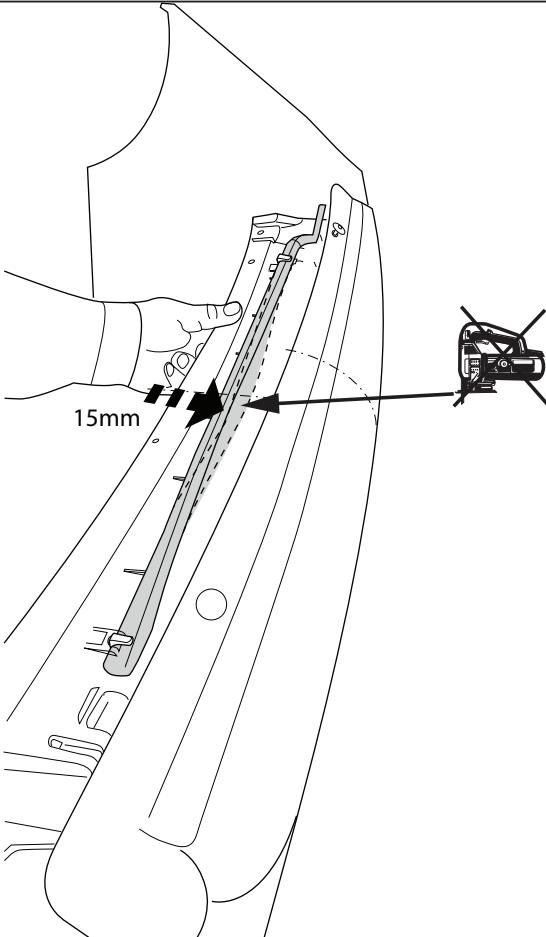

Fig. 3
- Переместите датчик если имеется. См. рисунок 3.